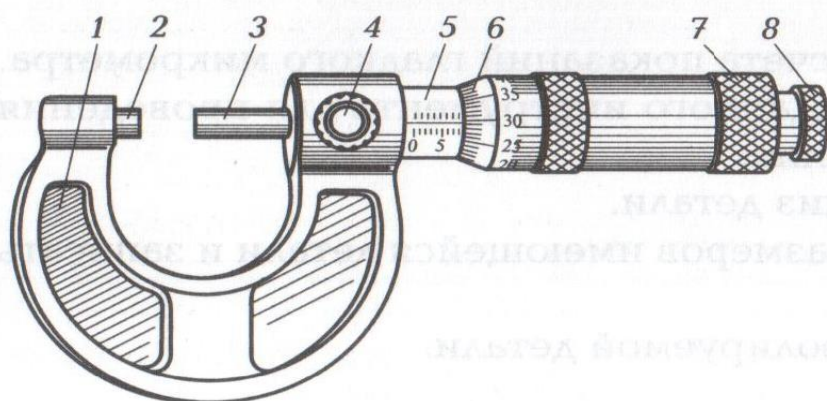

Рис.2.1
В лабораторно-практической работе для контроля размеров детали используется гладкий микрометр (рис. 2.1), диапазон измерения которого от 0 до 25 мм. Цена деления шкалы стебля 0,5 мм, шкалы барабана — 0,01 мм. Скоба 1 является основанием микрометра, а винтовая пара, состоящая из стопорного микрометрического винта 3 и микрометрической гайки, расположенной в стебле 5, — передаточным устройством. В скобе 1 установлены стебель 5 и пятка 2. Положение микрометрического винта и пятки фиксируется зажимным (стопорным) винтом 4.
- довести до плотного соприкосновения измерительные поверхности микрометрического винта 3 (см. рис. 2.1) и пятки 2, закрепить микрометрический винт стопором, вращая зажимной винт 4 по часовой стрелке до прочного закрепления;